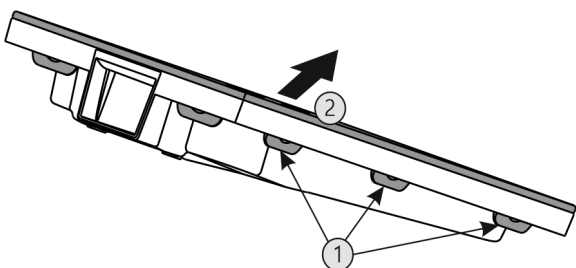

Fig. 58
- ▶ Pritisnite sve spojnice Fig. 58 (1) redom i skinite poklopac Fig. 58 (2).